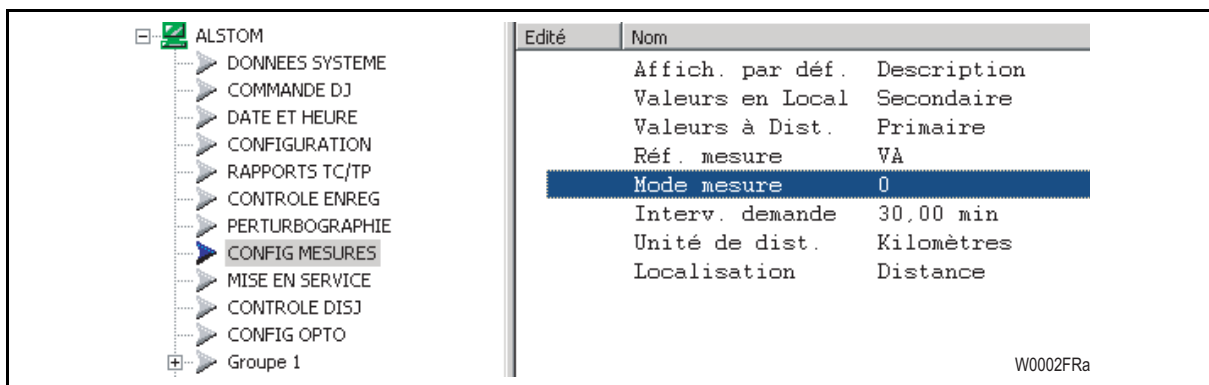

FIGURE 5
- Contrôler les signes des valeurs P, Q sur le LCD (MESURES 2) – réglables à partir de l'afficheur LCD (voir figure 5)